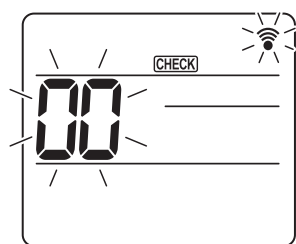
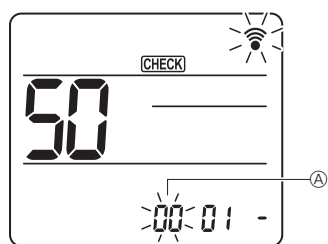
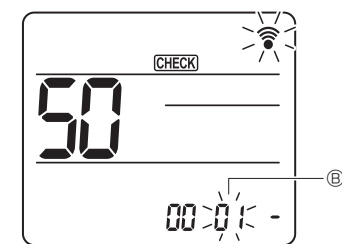
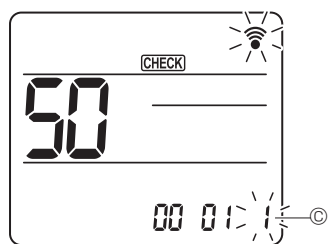

Fig. 7-18
Fig. 7-19
Fig. 7-20
Fig. 7-21
7.4.2. Med den trådløse fjernbetjening (Fig. 7-18, Fig. 7-19, Fig. 7-20, Fig. 7-21)
① Gå til funktionsvalgstilstanden
[CHECK] lyser, og "00" blinker. (Fig. 7-18)
② Indstilling af enhedsnummer
Tryk på [5]-knappen for at indstille enhedsnummeret ④. (Fig. 7-19)
③ Vælg en tilstand
Tryk på [5]-knappen for at indstille funktionsnummeret ⑤. (Fig. 7-20)
④ Indstilling af indstillingsnummer
Brug [5]-knappen til at ændre indstillingsnummeret ⑥. (Fig. 7-21)